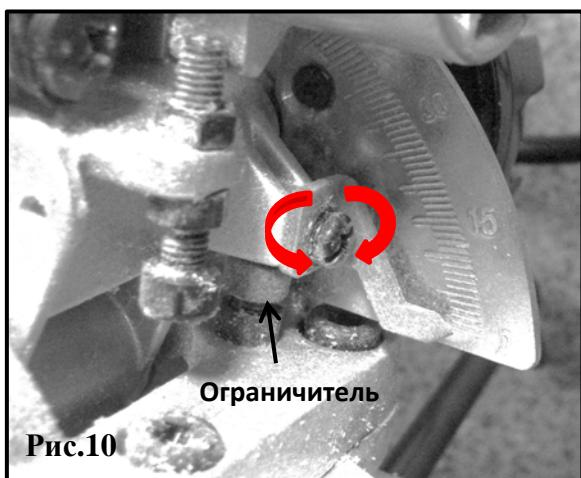

Рис.10
Если указатель не указывает точно на отметку шкалы, необходимо регулировка. Ослабьте винт указателя наклона при помощи крестовой отвертки, чтобы отрегулировать указатель наклона таким образом, чтобы он указывал точно на отметку. Затяните винт (рис.10).
5. Используйте шестигранный ключ (не входит в комплект поставки), чтобы поворачивать винт ограничителя вовнутрь или наружу, по мере необходимости, чтобы стрелка указателя указывала по шкале 0 градусов (рис.10).